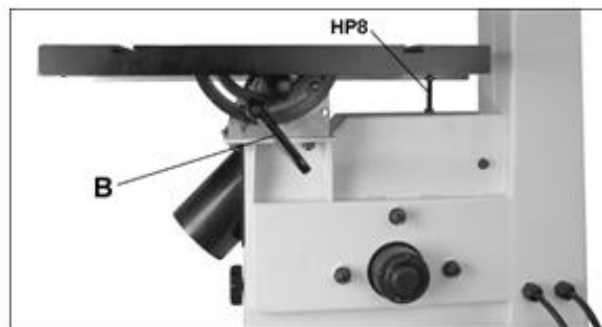

Рис. 32
См. рис. 32.
1. Ослабьте фиксатор (B, Рис. 32).
3. Затяните фиксатор (B).